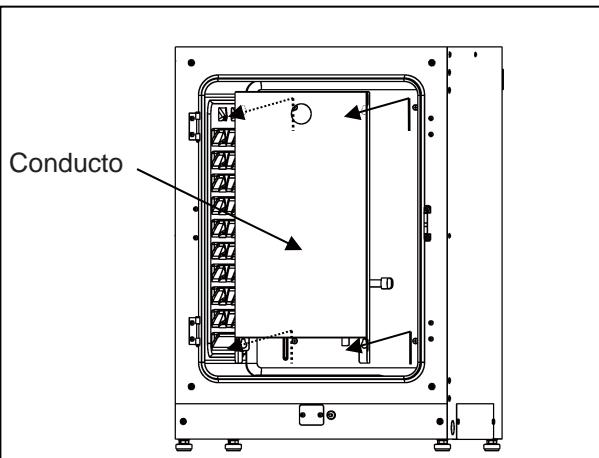

Fig. 5
Aviso: Hay dos ganchos en la parte superior del reverso de la incubadora. Cuando apile incubadoras, fije la incubadora superior a la pared con estos ganchos además de con cable o cadena (Fig. 5).
- Afloje los tornillos en la parte de atrás y extraiga el conducto levantándolo (Fig. 5)